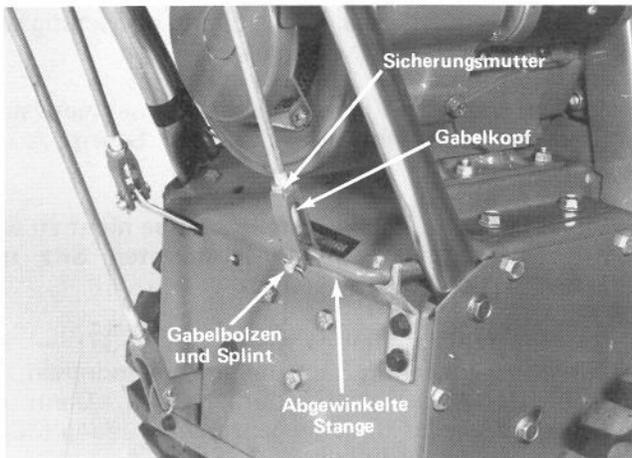

Abb. 33
1. Die Sicherungsmutter am unteren Gabelkopf des Räumwerk-Schaltgestänges lösen (Abb. 33). Dann den Splint und Bolzen entfernen, mit dem der Gabelkopf an der abgewinkelten Stange befestigt ist (Abb. 33).
2. Zur Erhöhung der Riemenspannung den Gabelkopf (Abb. 33) nach links und zur Verringerung der Riemenspannung nach rechts drehen.
3. Den Gabelkopf wieder mit dem Bolzen an der abgewinkelten Stange befestigen und versplinteln (Abb. 33). Dann die Sicherungsmutter wieder oben am Gabelkopf festziehen (Abb. 33).